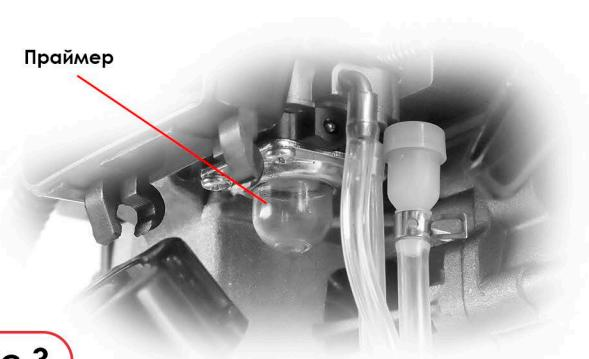

Рис.3
- 2 . Подкачивайте топливо в карбюратор. Для этого несколько раз нажмите праймер, расположенныйный над топливным баком, пока праймер не наполнится топливом (Рис. 3).